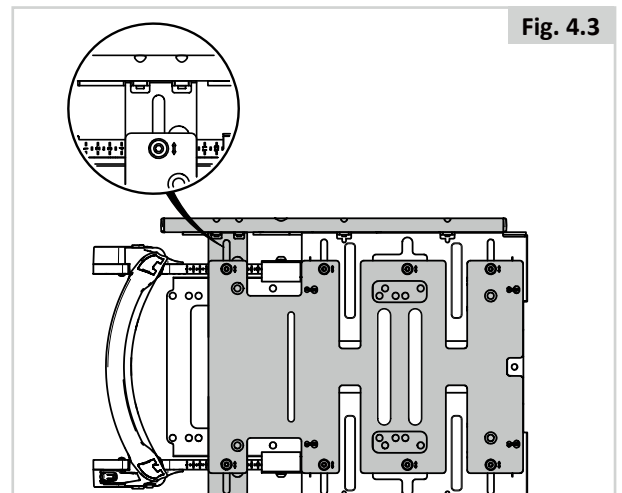

Fig. 4.3
- Bevestig voor meer stabiliteit van de lange zittingrail een extra bevestigingsplaat van zitdiepte 530 mm (fig. 4.3).